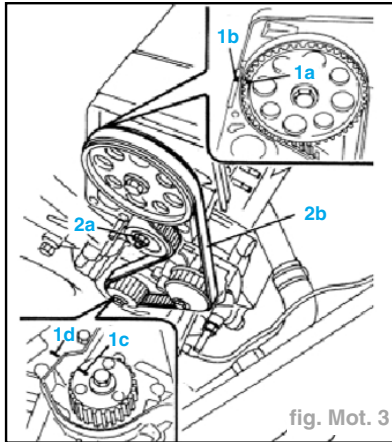

fig. Mot. 3
- Pivoter le vilebrequin en amenant l'encoche frappée sur la poulie entraînée (1a) en face de celle située sur la culasse (1b) et l'encoche sur la poulie d'entraînement (1c) en face du repère (1d) sur le corps de la pompe à huile (fig. Mot. 3).
- Contrôler le calage en vérifiant que l'encoche située sur la poulie entraînée (1a) coïncide avec celle située sur la culasse (1b) et que l'encoche sur la poulie d'entraînement (1c) coïncide avec le repère (1d) sur le corps de la pompe à huile (fig. Mot. 3).